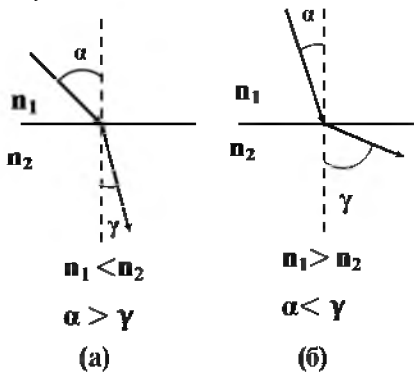

Рисунок 2
**Преломление** - это явление, когда свет из одной среды переходит в другую (рисунок 2).
1).  $n_1 < n_2$  (см. рисунок 2 (а)), т.е. свет переходит из оптически менее плотной среды в оптически более плотную среду, например, из воздуха в стекло. При этом угол падения света  $\alpha$  больше угла преломления  $\gamma$ .
2).  $n_1 > n_2$  (см. рисунок 2 (б)), т.е. свет переходит из оптически более плотной среды в оптически менее плотную среду, например, из стекла в воздух. При этом угол падения света  $\alpha$  меньше угла преломления  $\gamma$ .